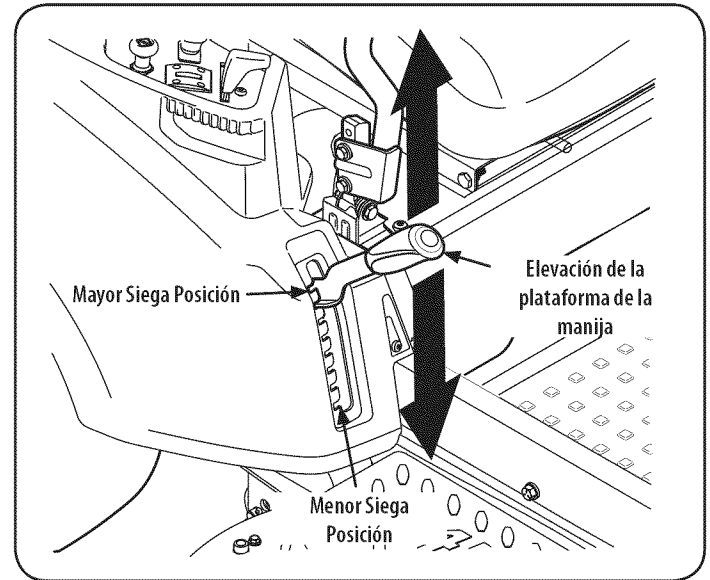

Figura 31
- a. Usando la manija de elevación de la plataforma, levante la plataforma a la posición que le ofrece mayor recorrido horizontal de la correa entre las poleas locas de la plataforma y la polea toma de fuerza en la parte inferior del motor. Ver Figura 31.
5. Baje la plataforma hasta la posición más baja usando la manija de elevación de la cubierta. Ver Figura 31.
1. Coloque la manija de elevación de la plataforma en la posición más alta corte. Ver Figura 31 .